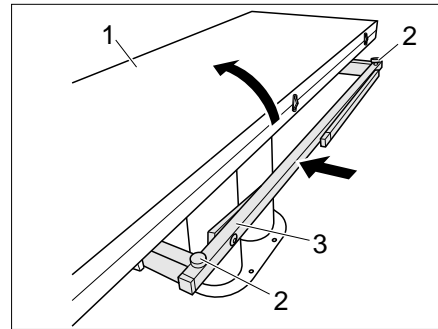

Bild 109 Tisch verkleinern
- Tischhälfte (Bild 109,1) einklappen.
- Zwei Einstellschrauben (Bild 109,2) eindrehen.
- Tischunterbau (Bild 109,3) einschieben.